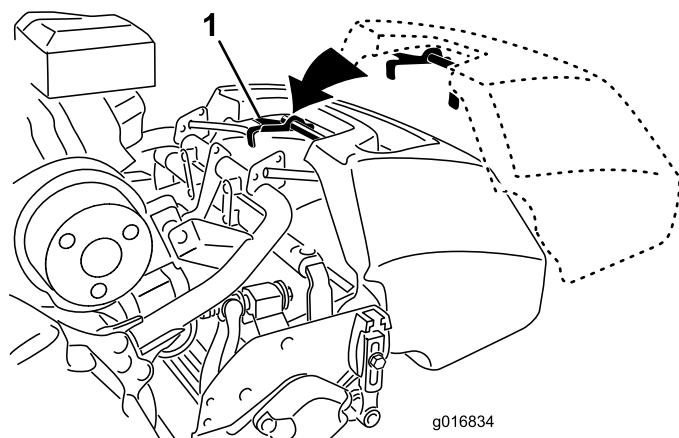

Bild 9
1. Fassen Sie den Fangkorb am Griff an (Bild 9).
2. Schieben Sie die Fangkorbblippe zwischen den Seitenplatten der Schneideinheit und über die Frontrolle ein (Bild 9).
3. Befestigen Sie die Fangkorbhaken über der Rahmenschleife (Bild 9).